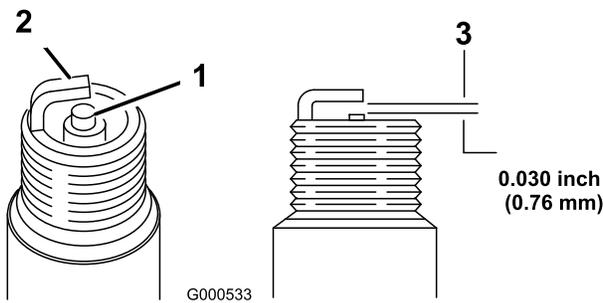

Figura 29
5. Ajuste la distancia entre los electrodos a 0.76 mm (0.030") (Figura 29).